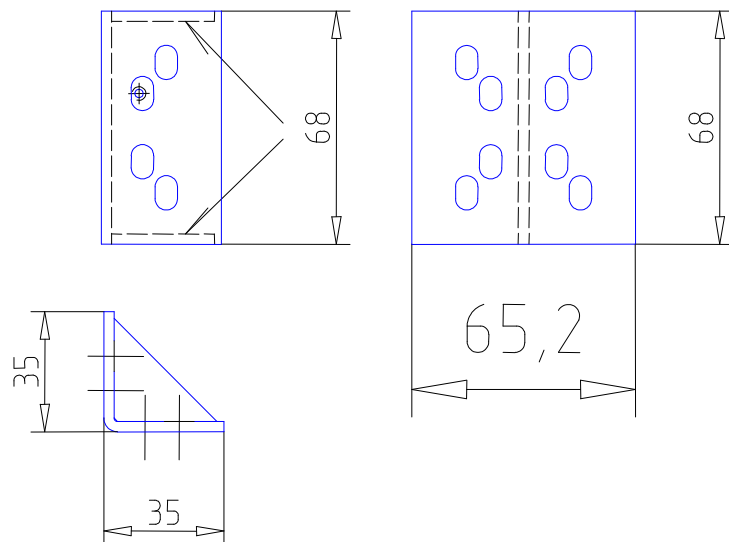

Рисунок 3.7 – Батарейный стеллаж Штиль MBS-02. Опора (переходник для вертикального масштабирования стеллажей)
4.1 Закрепить винтами М6\*16 опоры (рисунок 3.7) на стойках изделия (рисунки 3.4, 3.5).